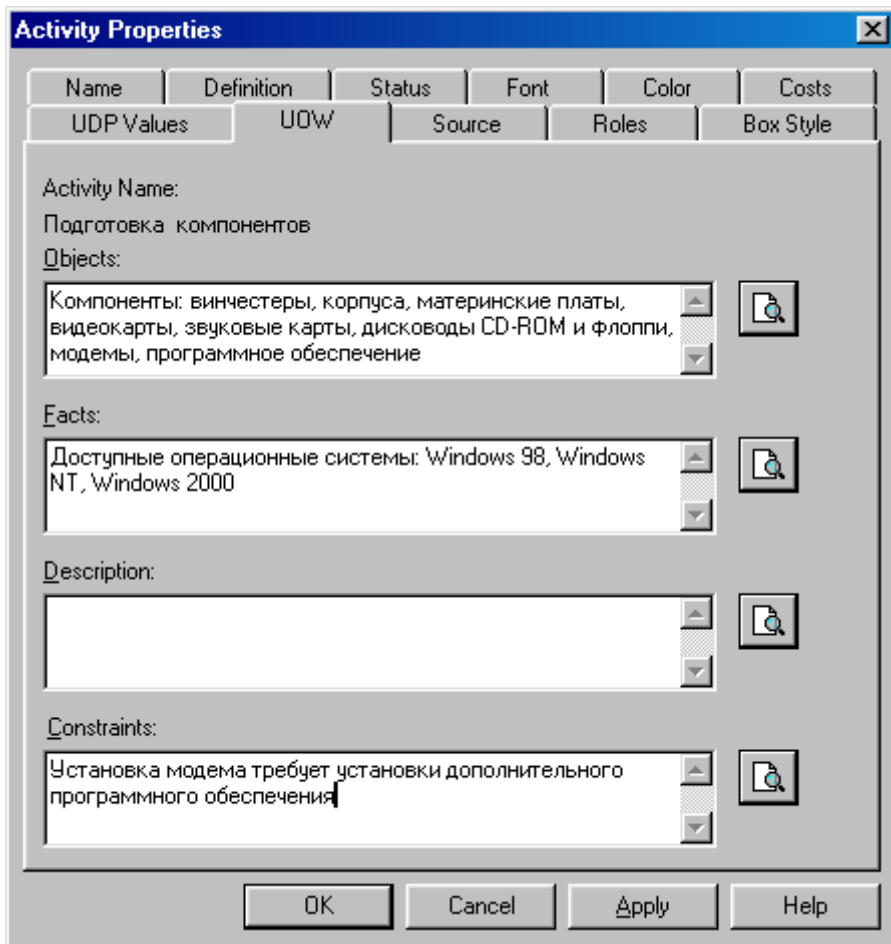

Рисунок 6.6 – Диалоговое окно **Activity Properties** вкладка **UOW**
- Во вкладке **UOW** диалогового окна **Activity Properties** (рисунок 6.6) внесите свойства работы 1 в соответствии с данными таблицы 6.1.